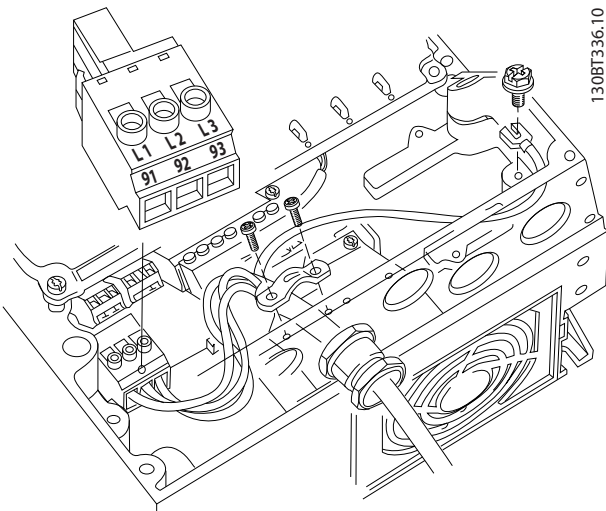

Abbildung 4.9 Netzanschluss
1. Schließen Sie die 3 Phasen des Netzeingangs an die Klemmen L1, L2 und L3 an (siehe *Abbildung 4.9*).